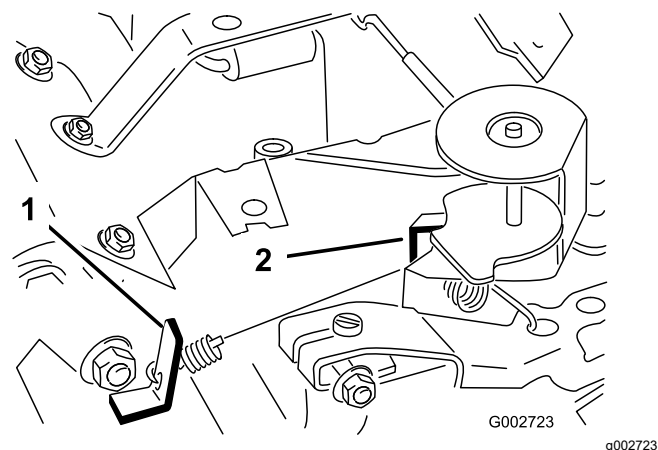

図 40
3. 調速度アイドルスプリングアンカーの耳(図 40)を曲げて、エンジン速度を 1,675-1,175 rpm に調整する。
6. 高速アイドルスプリングアンカーの耳(図 40)を曲げて、エンジン速度を 3,350-3,450 rpm に調整する。